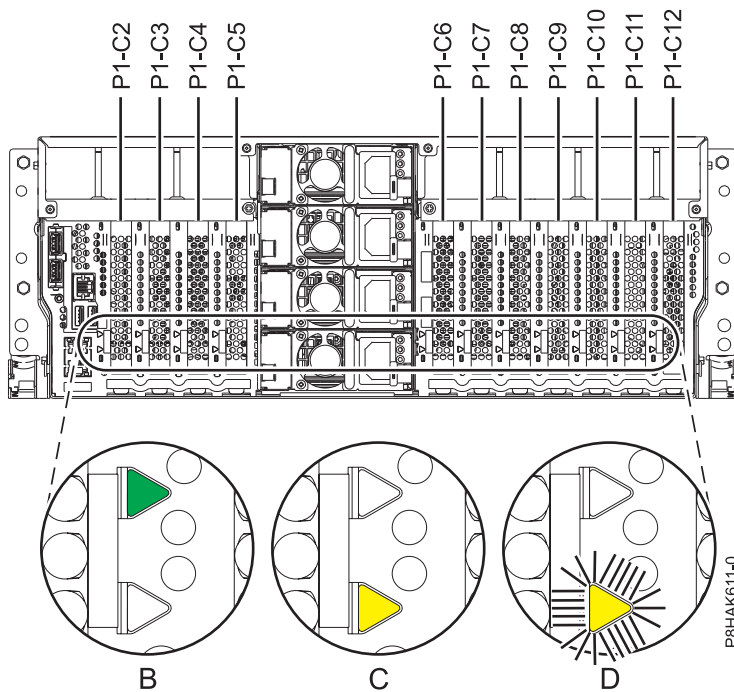
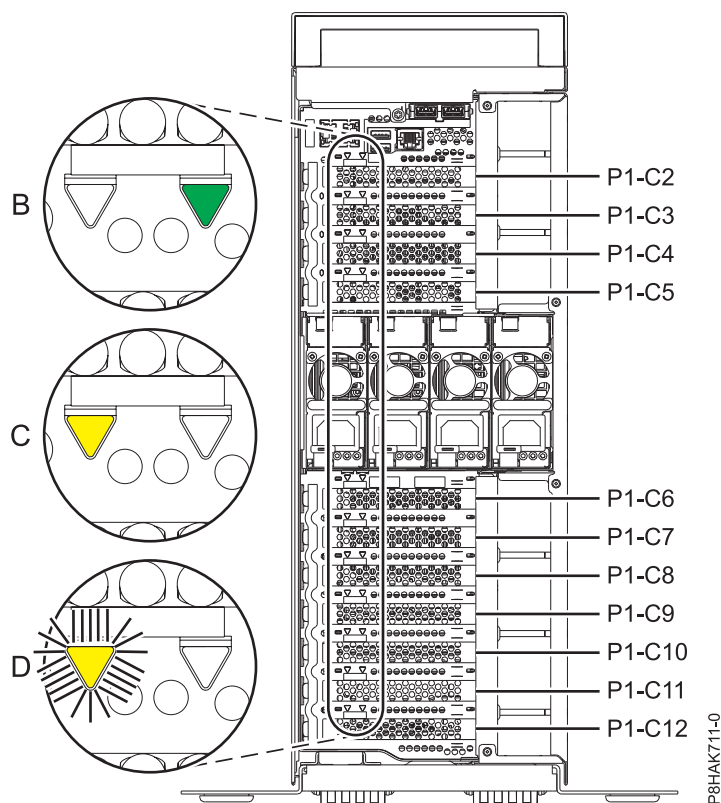

Abbildung 31. Positionen der PCIe-Adaptersteckplätze und Positionen der LEDs in einem Einschubsystem
Abbildung 32. Positionen der PCIe-Adaptersteckplätze und LEDs in einem eigenständiges System vom Typ 8286-41A
Wenn Sie einen fehlerhaften PCIe-Adapter warten, suchen Sie nach der blinkenden gelben Anzeige für den fehlerhaften PCIe-Adapter, die Sie bei dem Schritt zum Ermitteln des fehlerhaften Teils auf Blinken gesetzt haben. Abb. 31 und Abb. 32 auf Seite 37 zeigen den Status der Anzeigen. Beachten Sie, dass die gelbe Anzeige für den fehlerhaften PCIe-Adapter **blinkt**, wie unter (D) in Abb. 31 und Abb. 32 auf Seite 37 dargestellt.
Achtung: Wenn der PCIe-Adapter ordnungsgemäß funktioniert, ist die grüne Aktivitätsanzeige **AN** und die gelbe Fehler-LED **AUS**, wie unter (B) in Abb. 31 und Abb. 32 auf Seite 37 dargestellt. Versuchen Sie nicht, den funktionierenden PCIe-Adapter auszubauen.